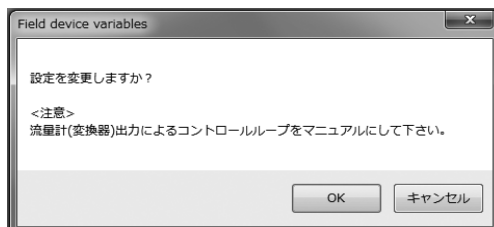

図31
- ⑤ 温度(Temperature)は温度単位、温度ダンピングを設定することができます。
- ⑥ 全て設定が完了したら「OK」ボタンをクリックします。クリックすると、メッセージボックス(図31)が表示されます。